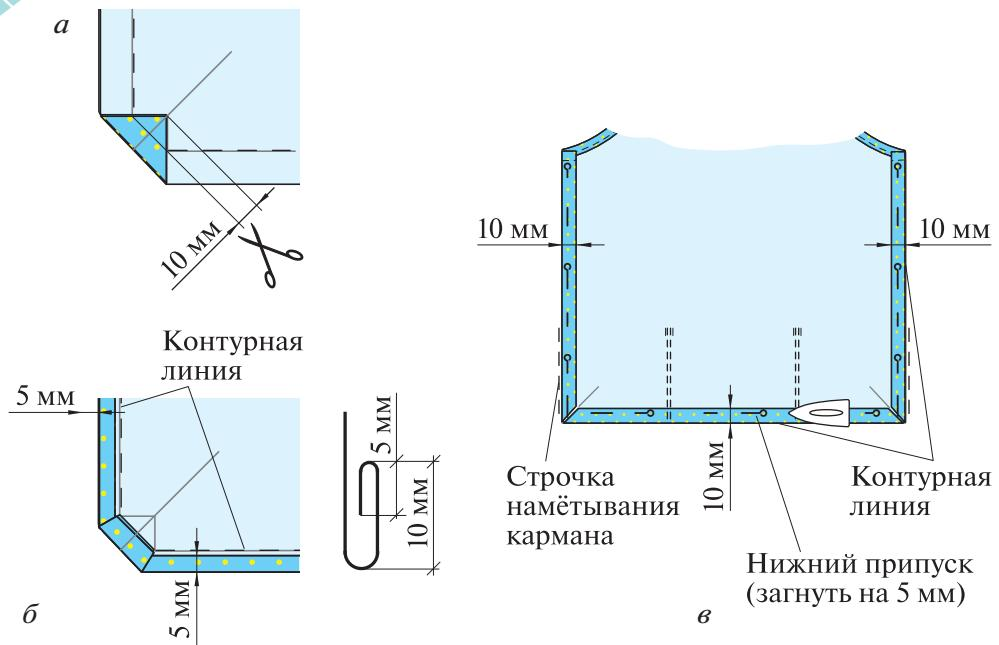

Рис. 6.42. Обработка нижнего и боковых срезов нижней части фартука
1. Заутюжьте углы фартука на изнаночную сторону (рис. 6.42, а). Конец каждого угла подрежьте на 10 мм для
2. На нижней части фартука загните нижний припуск и боковые припуски на изнаночную сторону на 5 мм, *затюжьте* (рис. 6.42, б). Загните нижний и боковые припуски второй раз на 10 мм (т. е. точно по контурной линии), *затюжьте*, а затем заколите булавками. В углах припуски должны быть уложены как на рисунке 6.42, в. Углы в нижней части фартука уложите так, чтобы припуски (нижний и боковой) не находили друг на друга. Удалите строчку намётывания кармана.